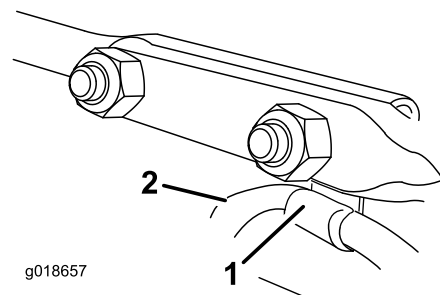

Figure 16
6. Insérez le serre-câble qui supporte le câble du déflecteur sous la tête du boulon de carrosserie avant et fixez les boulons avec les contre-écrous fournis dans le sachet de pièces détachées (Figure 16).